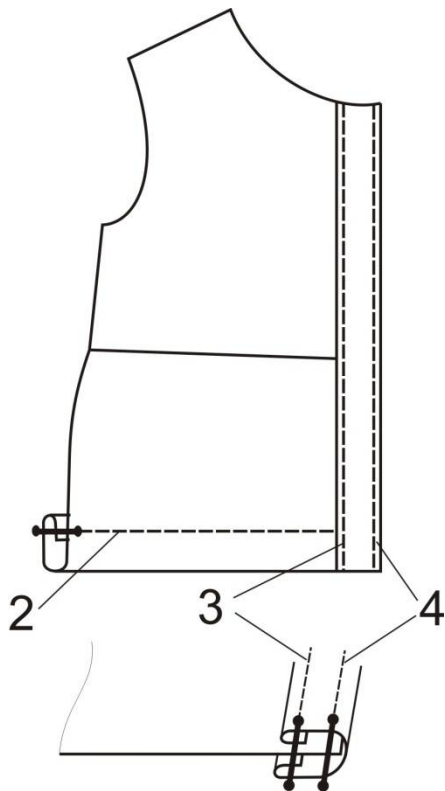

Рис.4
11. Планку намечивают, а затем настрачивают на полочку (рис.4, строчка 3). Прокладывают отделочную строчку по краю борта (рис.4, строчка 4).